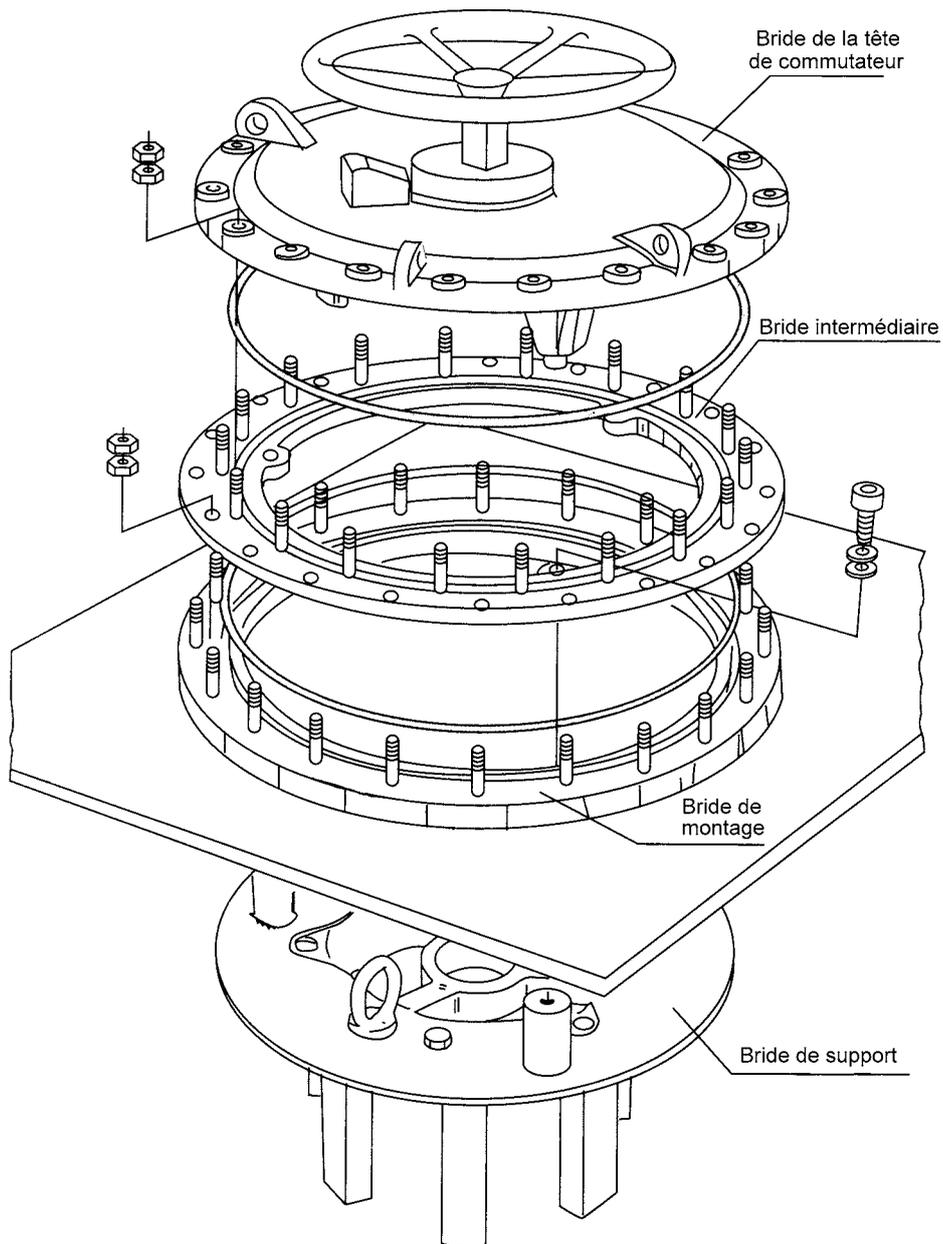

Fig.8 Plan de montage du W □ L dans le transformateur à cuve en cloche
8.2.2 Montage du W□L dans le transformateur à cuve en cloche(fig.8)